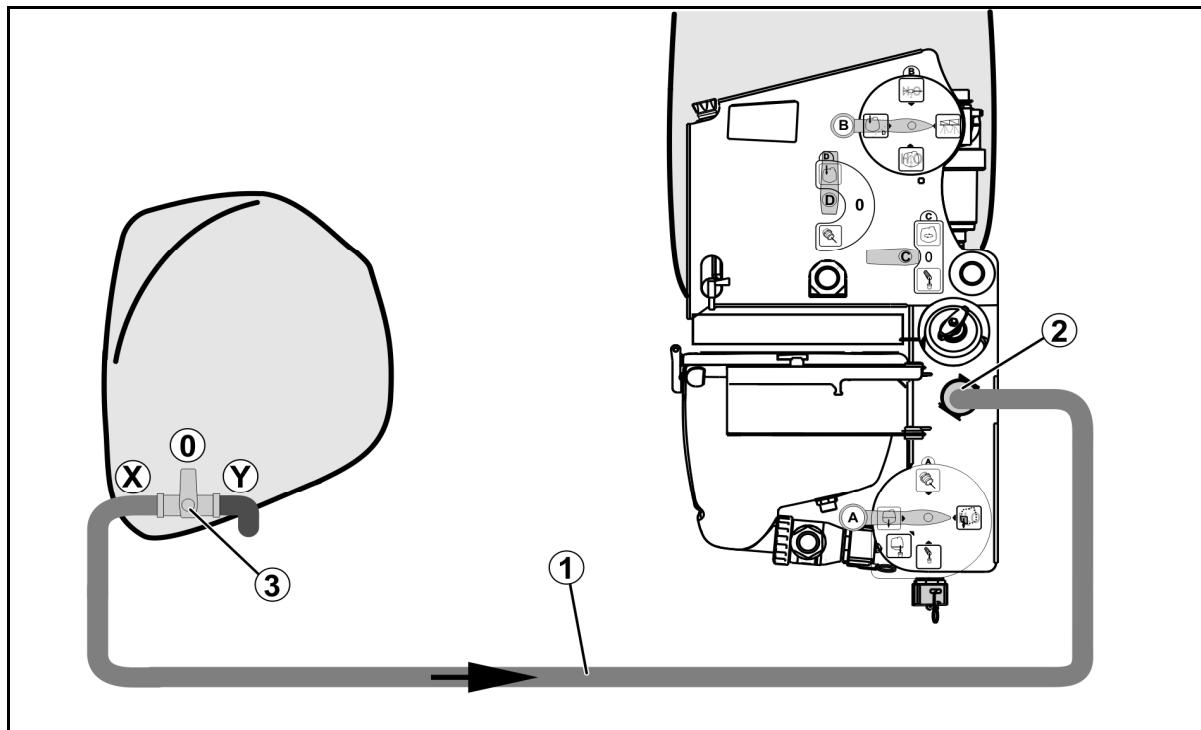

図 14
1. フロントタンクの接続用ホース(図14/1)を充填用接続部(図14/2)に連結します。
2. フロントタンク(図14/3)の切り替え栓をX位置にします。